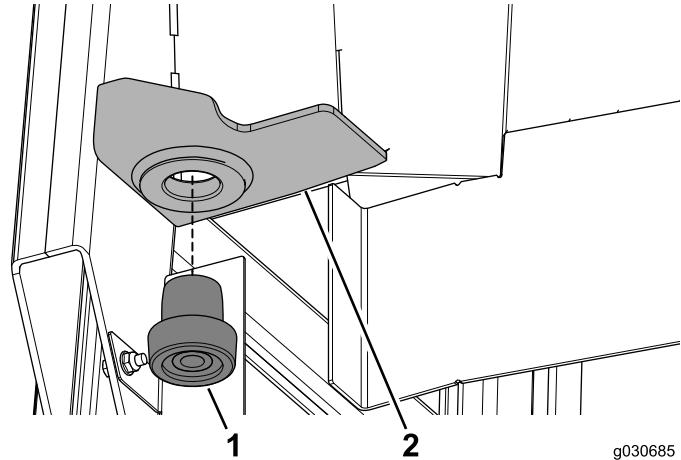

Figura 9
1. Pressione o isolador de borracha no orifício da montagem traseira esquerda na estrutura da cabina (Figura 9).